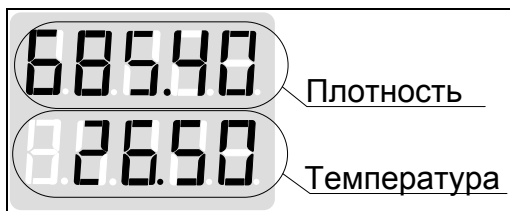

Рисунок 1
2.1.6 Светодиодный дисплей сигнализатора имеет две строки отображения информации (рисунок 1).
3.6.4 На верхнем индикаторе (зеленого цвета) отображается значение плотности, а на нижнем индикаторе (красного цвета) – температуры (рисунок 1).